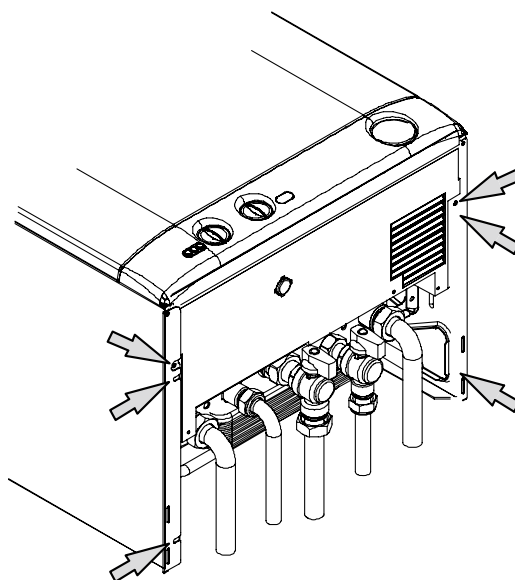

рис. 5.17
- Отвинтите винты, указанные на рис. 5.17.